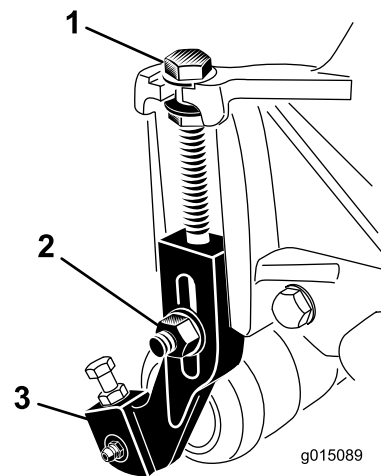

図 17
- 刈り高ブラケットをカッティングユニットのサイドプレートに固定しているロックナットをゆるめる（図 17）。